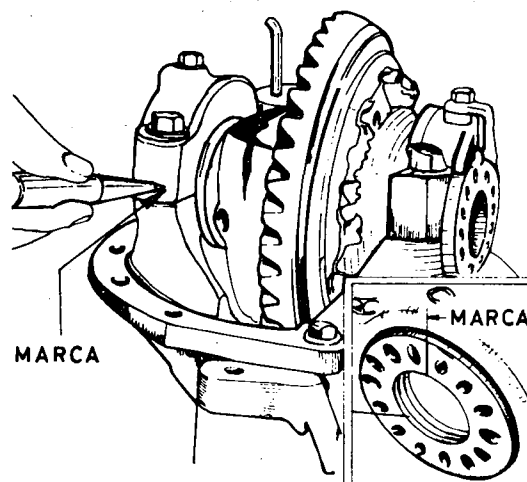

Fig. 1
- b Marque os mancais (fig. 1), a caixa e as placas de ajustagem dos rolamentos cônicos do diferencial.